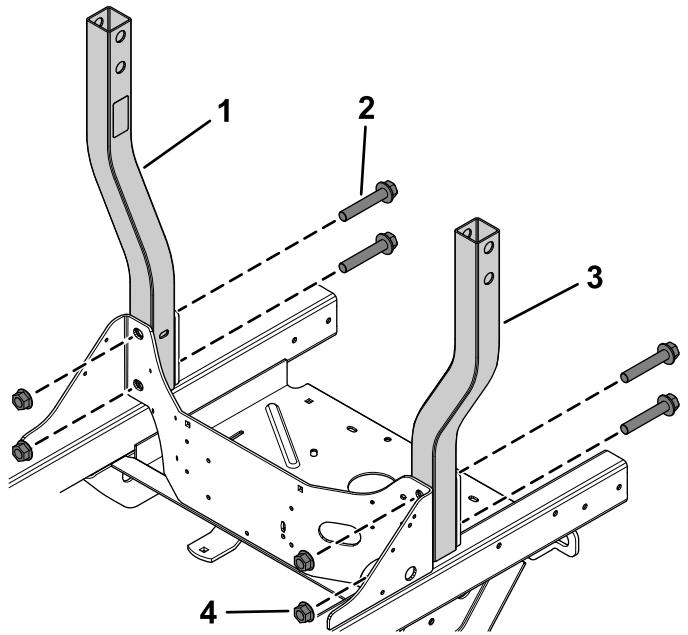

Figure 1
2. Fixez légèrement les parties inférieures de l'arceau de sécurité de chaque côté de la tondeuse à l'aide de 2 boulons à embase (5/8" x 3½") et 2 contre-écrous (5/8") (Figure 1).